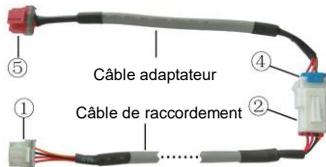

Fig. 25. Raccorder le câble de raccordement à l'adaptateur:
Utiliser le câble de raccordement et le câble adaptateur fournis avec le panneau de commande câblé. Retirer la protection du connecteur de l'adaptateur, raccorder le câble de raccordement au câble adaptateur selon la figure 25 et introduire le connecteur ① du câble de raccordement dans le connecteur CN2 du panneau de commande et le connecteur ⑤ de l'adaptateur dans le connecteur du panneau de commande du climatiseur.